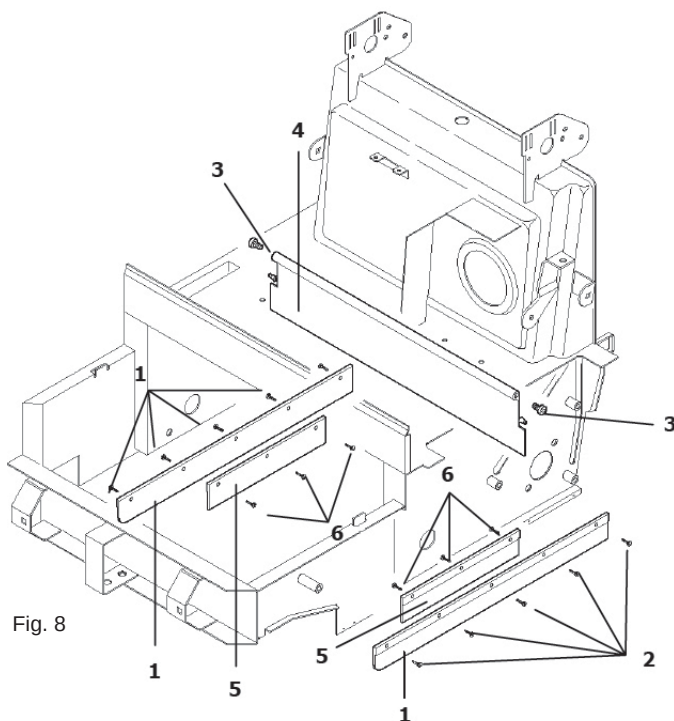

Fig. 8
Pour remplacer les flaps latéraux (pos. 1 Fig. 8), retirer les roues arrière. Dévisser les vis qui fixent les flaps au châssis (pos. 2 Fig. 8) et les remplacer par des neufs.
Pour remplacer les flaps latéraux internes (pos. 5 Fig. 8) soulever la partie avant de la machine et dévisser les vis (pos. 6 Fig. 8) de fixation des flaps au châssis. Les remplacer par des neufs.
- Dévisser les deux axes de fixation du flap (pos. 3 Fig. 8) situés sur les côtés du châssis.
- Saisir et tirer le flap (pos. 4 Fig. 8) vers l'extérieur de la machine.